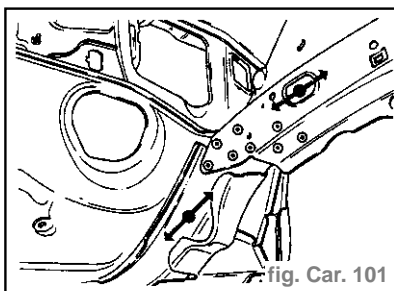

fig. Car. 101
**Soudure** (fig. Car. 101 et 102)